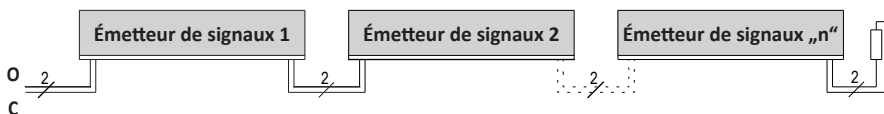

Figure 2 : Câblage de plusieurs émetteurs de signaux, exemple de la barre palpeuse
8.2 Raccordement de plusieurs émetteurs de signaux par circuit de signal (figure 2)
Un ou plusieurs émetteurs de signaux peuvent être raccordés sur l'entrée d'émetteur de signaux **O** ou **C**. Pour cela, les émetteurs de signaux individuels sont montés en série comme illustré (figure 2).